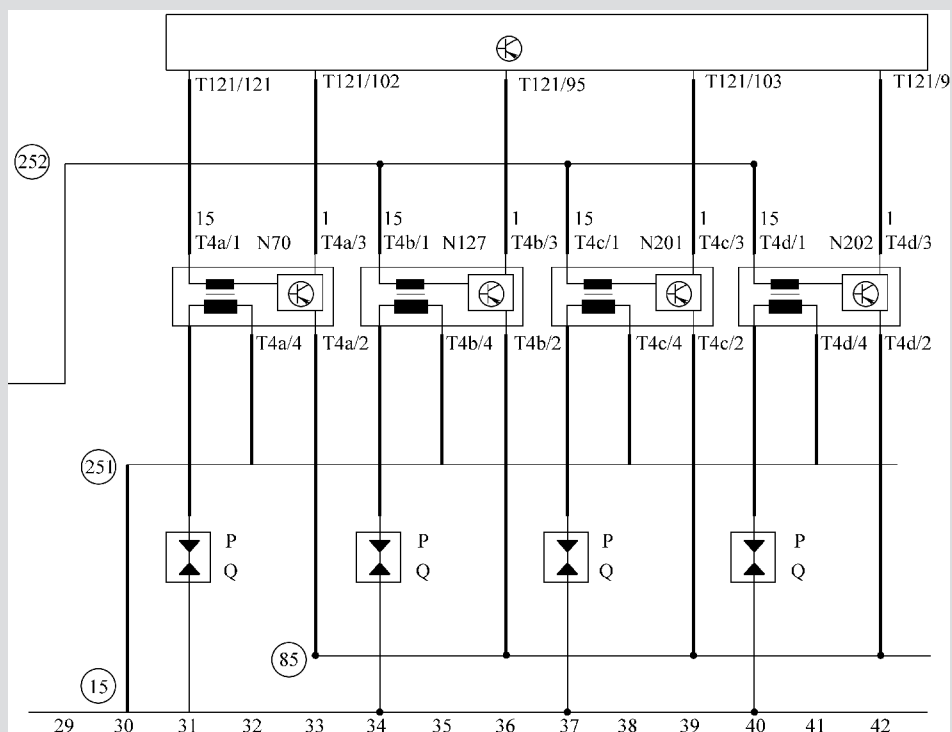

图 26-12 宝来 1.8T 点火系统电路图
- ① 点火线圈接地不良。
- ② 点火线圈供电不良。
- ③ 点火线圈控制线短路。
- ④ 发动机 ECU 故障。
4) 宝来 1.8T 发动机的点火系统电路如图 26-12 所示。点火线圈端子 1 是 J271, 由多点喷射继电器 428 供电, 端子 2、4 搭铁, 端子 3 是发动机 ECU 的点火控制线。